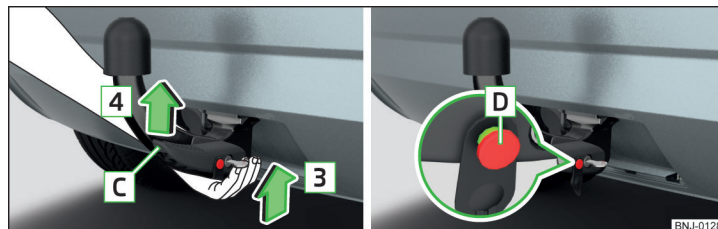

Fig. 247 Introducerea tijei cuplei sferice/bolț de eliberare în poziție desfășurată
- Prindeți tija cuplei **de jos** » fig. 247 și introduceți-o în locașul de fixare în sensul săgeții **3** până când se fixează cu zgomot » **I**.